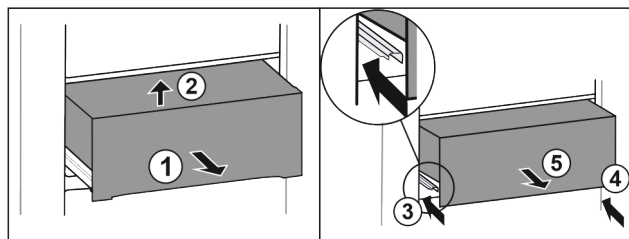

Fig. 38*
- ▶ Вытяните выдвижной ящик наполовину Fig. 38 (1).*
- ▶ Приподнимите спереди Fig. 38 (2).*
- ▶ Вставьте левую направляющую Fig. 38 (3).*
- ▶ Вставьте правую направляющую Fig. 38 (4).*
- ▶ Извлеките выдвижной ящик движением вперед Fig. 38 (5).*